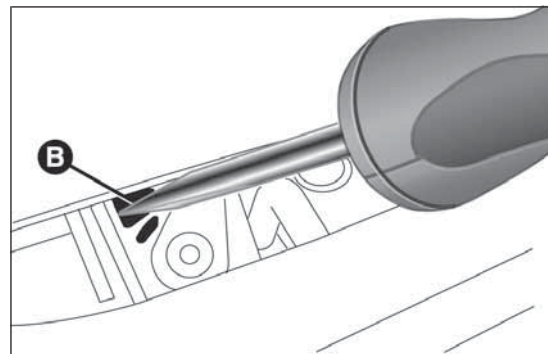

fig. 82
- ☐ introducir a continuación el destornillador en el alojamiento B fig. 82 para extraer la lengüeta de desbloqueo del maletero.